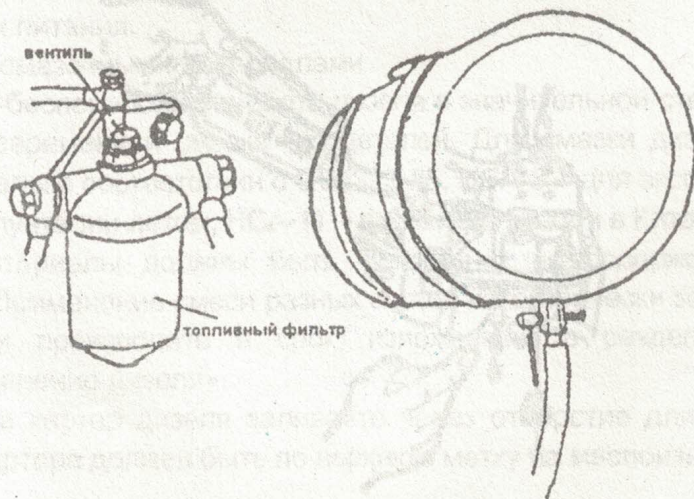

Рис. 6 Удаление воздуха из топливного фильтра
4.1.4.1 Откройте расходный кран и продувочный вентиль. Прокачивайте систему топливоподдачи низкого давления до появления из трубки струи дизельного топлива. Струя должна быть непрерывной и не содержать пузырьков воздуха. (Рис. 6)